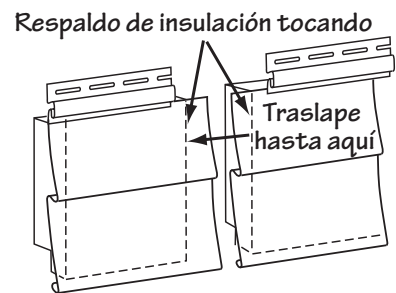

Figura 38.
- Cuando traslape paneles de revestimiento insulado, traslape hasta que se junte la insulación para formar una cobertura continua (Figura 38). No deje una abertura entre los respaldos de los paneles.